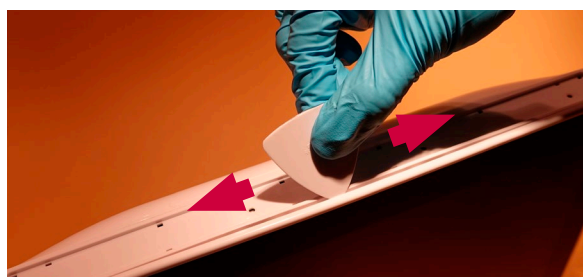

Figura 7 Libertar a caixa traseira utilizando a palheta
f) Remover a caixa traseira (Figura 7)